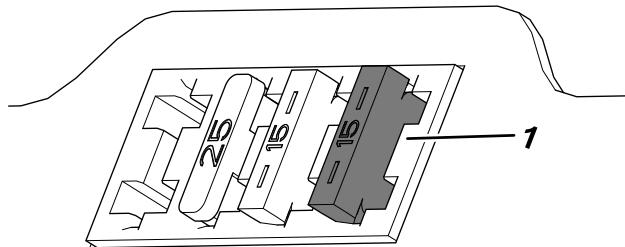

Figura 8
7. Introduzca el fusible en la posición más a la derecha del bloque de fusibles (Figura 8).